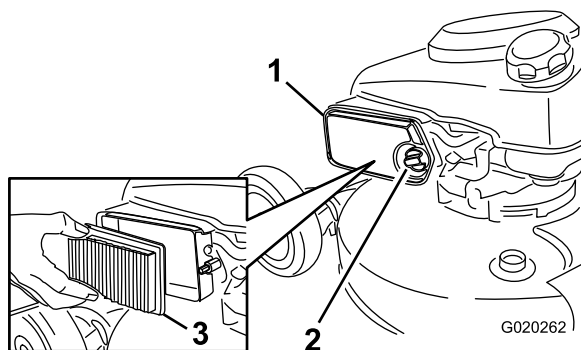

Figura 38
1. Desenrosque el pomo y abra la tapa (Figura 38).
2. Cambie el elemento del limpiador de aire (Figura 38).